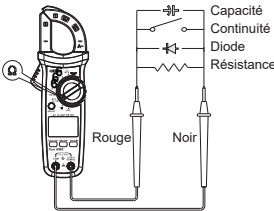

fig.4
- Lorsque la tension mesurée est ≥ 30 V (AC) ou ≥ 60 V (DC), l'écran LCD affiche l'alerte de tension élevée "⚡".
3. Mesure de la résistance (fig. 4)
4. Test de continuité (fig. 4)
5. Test des diodes (fig. 4)